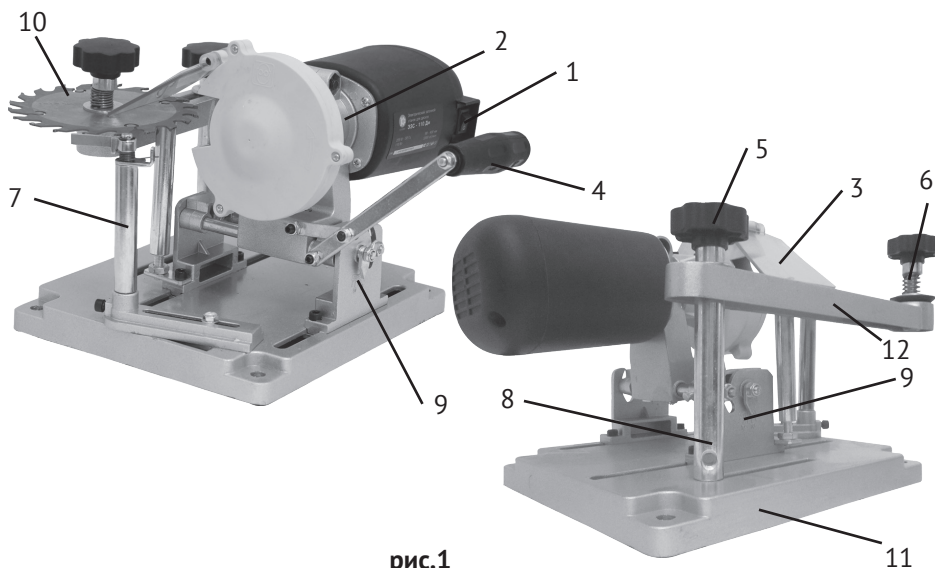
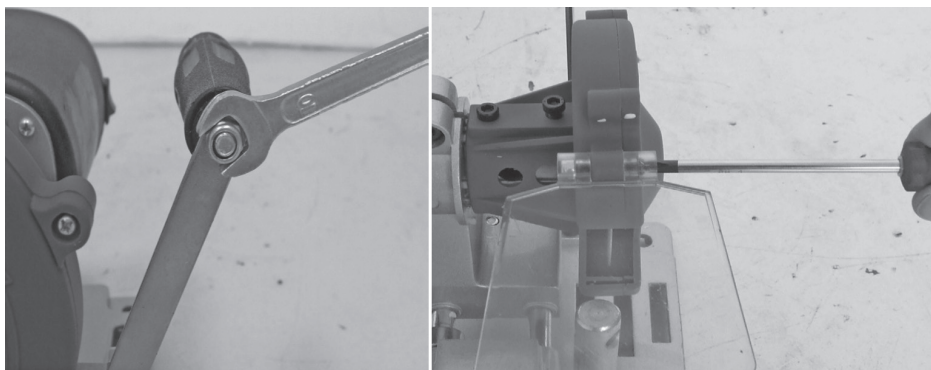
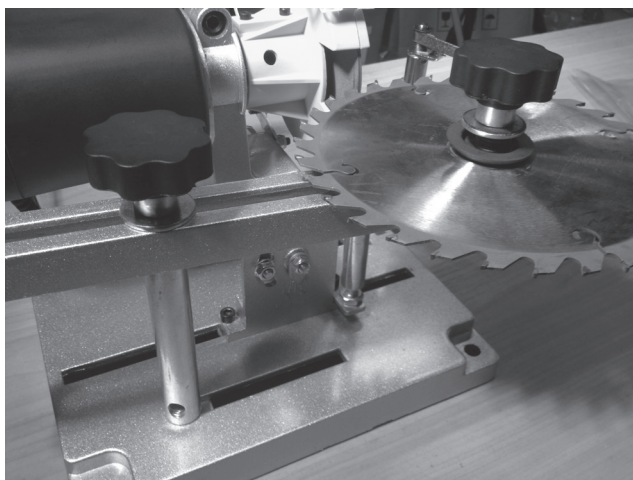

рис.1
рис.2
рис.3
1.3 Заточный станок состоит из заточного блока с электродвигателем (рис.1 поз.2), поворотного кронштейна (рис.1 поз.12) для установки диска (рис.1 поз.10) и основания (рис.1 поз.11). В пластиковом корпусе расположен силовой блок, который включает в себя электронную плату – выпрямитель и коллекторный двигатель постоянного тока. Для стационарного закрепления станка на верстаке (столе) шурупами или болтами, в основании имеются 4-е монтажных отверстия. Крутящий момент с якоря электродвигателя через соединительную муфту передаётся на шпиндель. Между опорным и зажимным фланцами, на шпинделе (гайкой М10) крепится заточный круг.
1.4 Выключатель (рис.1 поз.1) расположен сбоку на корпусе двигателя.
- установите защитный экран (рис.1 поз.3) и рукоятку поперечного перемещения заточного блока (рис.1 поз.4), как указано на рис.2;
- открутите и снимите прижимной блок пильного диска (рис.1 поз.6), расположенный на кронштейне подачи (рис.1 поз.12). Прижимной блок состоит из фиксатора-гайки, шайбы, пружины и прижимной конусной шайбы. Установите заточиваемый диск (рис.1 поз.10), как показано на рисунке (рис.3), и зафиксируйте его с помощью прижимного блока.
- придать станку устойчивое положение, при необходимости закрепить основание (рис.1 поз.11) на верстаке (столе);
- открутите фиксатор-гайку (рис.1 поз.5) кронштейна подачи пильного диска;
- отрегулируйте продольное положение заточного блока (рис.1 поз.2);
Для этого необходимо шестигранным ключом (входит в комплект поставки) открутить четыре прижимных винта, освободив две крепёжные пластины. Теперь заточный блок можно перемещать вдоль направляющих пазов основания. При заточке пильных дисков небольшого диаметра, заточный блок подаётся вперёд, в сторону вспомогательного ограничителя-упора (рис.1 поз.7). При работе с пильным диском большого диаметра, заточный блок подаётся назад, в сторону расположения электродвигателя станка. Выставив нужное положение заточного блока, надёжно закрепите прижимные винты.
- установите опорный цилиндр (рис.1 поз.8) как можно ближе к затачиваемому зубу и отрегулируйте его высоту контргайкой, расположенной на цилиндре (рис.4). Опорный цилиндр предназначен для устойчивого позиционирования пильного диска в момент заточки его зубьев;
- с помощью рукоятки поперечного движения (рис.1 поз.4) подведите заточной блок к затачиваемому пильному диску. Расположите позиционированный зуб пильного диска таким образом, чтобы его затачиваемая поверхность плотно прилегала к боковой поверхности заточного круга (рис.5);
- удерживая зуб пильного диска в плотном контакте с заточным кругом, установите вспомогательный ограничитель-упор (рис.1 поз.7) таким образом, чтобы пластина ограничителя-упора, усилием пружины, плотно прижималась к боковой поверхности одного из свободных зубьев диска. Кронштейн ограничителя-упора фиксируется в
- рукояткой (рис.1 поз.4) переместите заточный блок в направлении пильного диска и заточите позиционированный зуб. Завершив заточивание, отведите заточный блок от пильного диска;
2.4.1 Станок обладает возможностью регулировки угла наклона заточного блока относительно вертикальной оси от 0 до 25 градусов. Для этого необходимо открутить две фиксирующие гайки, расположенные с двух сторон на кронштейнах крепления заточного блока к основанию (рис.7). Повернув заточный блок на нужный угол по проградуированной шкале (рис.1 поз.9), зафиксировать его гайками.